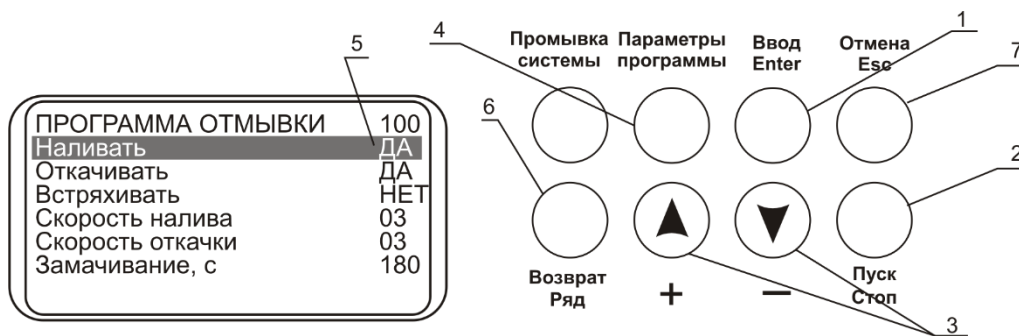

Рисунок 4. Панель управления
- 5.2. Изначально в приборе запрограммированы следующие программы, см. таблицу 1. Все значения всех программ могут быть изменены. Все параметры программы и их значения отображаются в таблице 2. Пользовательские программы разделены на пять категорий по 10 программ. Каждая категория относится к различному планшету и, соответственно, методу аспирации (рис. 4):
5.4. Кнопкой **Ввод** (рис. 4/1) выберите категорию программы промывки в зависимости от вида планшета (рис. 5/2). Кнопками **+** и **-** (рис. 4/3) выберите номер программы, от 1 до 10. Категория и номер программы отображаются в правом верхнем углу дисплея (рис. 5/1).
5.5. Чтобы просмотреть и изменить параметры программы, нажмите кнопку **Параметры программы** (рис. 4/4). Активируется 1-й параметр программы (Наливать – да/нет, рис. 4/5).
5.7. При нажатии кнопки **Возврат/ряд** (рис. 4/6) производится возврат на предыдущий параметр программы.
5.9. Чтобы выйти из режима просмотра и изменения параметров, не сохраняя программу, нажмите кнопку **Отмена/Esc** (рис. 4/7).
5.10. Запустите программу нажатием кнопки **Пуск/Стоп** (рис. 4/2).
5.19. **Рисунок 4. Панель управления**
• **Рисунок 4. Панель управления**